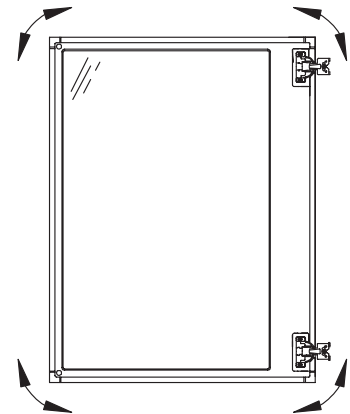

Fig. 12 图 12
- A. This screw releases the door from the cabinet and allows up and down adjustment. Fig. 12.
- A. 此螺丝松开可将门卸下，并可作上下的位置调整，如图12所示。